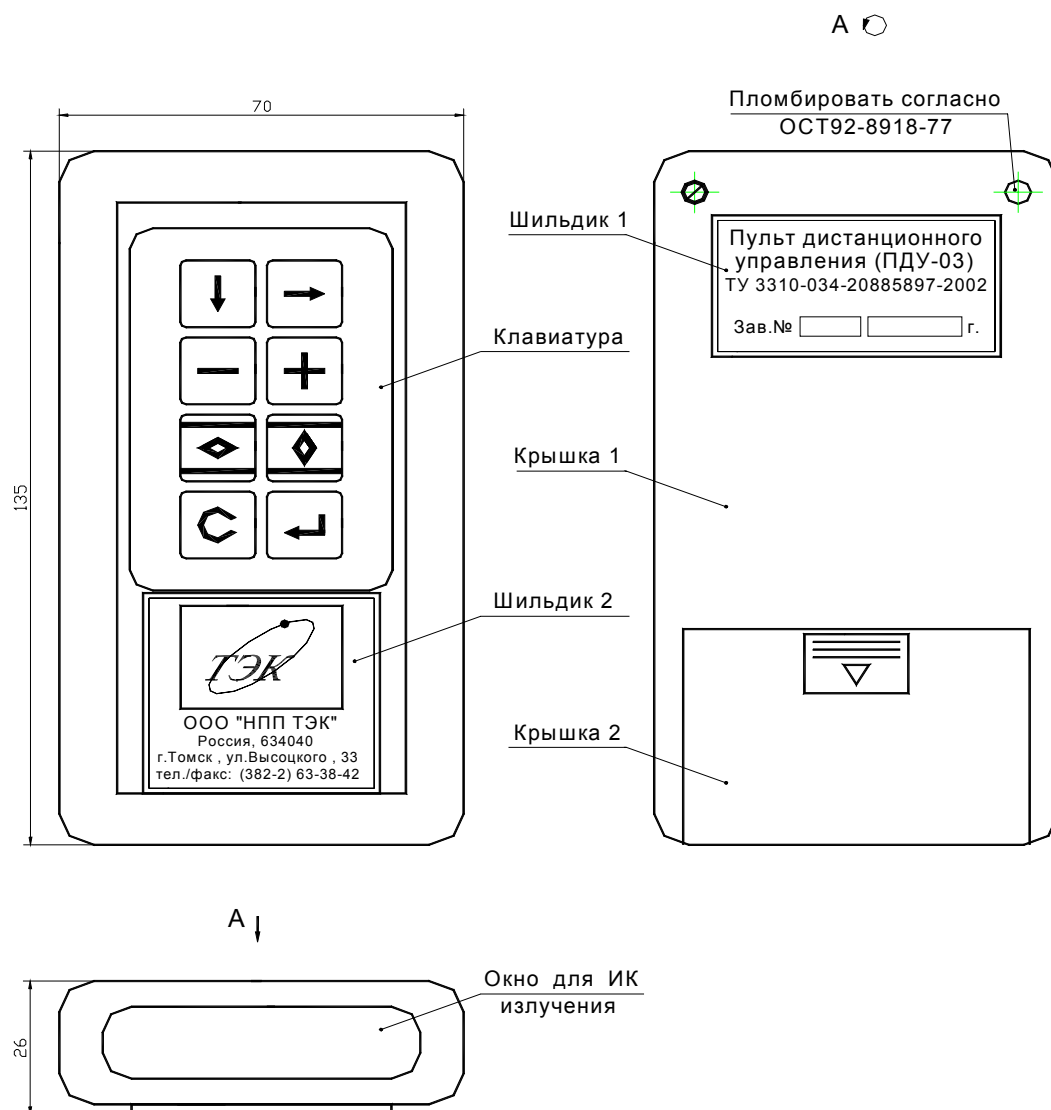

Рисунок 1
3.4 Крышка 1 ПДУ-03 (см. рисунок 1) пломбирована по ОСТ 92-8918-77.